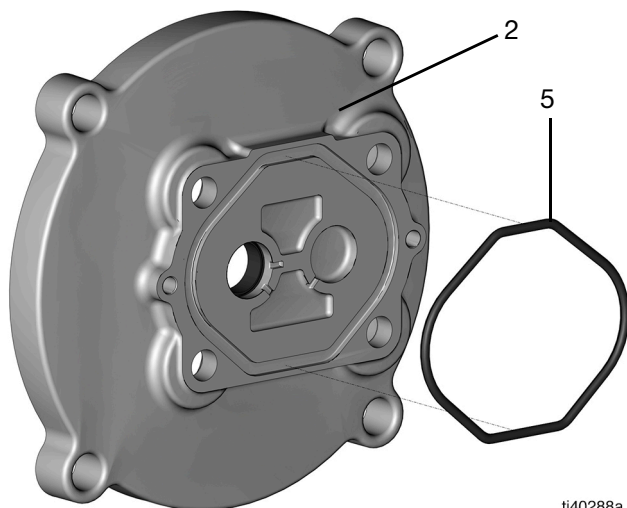

FIG. 11
2. Coloque la junta tórica (5) en la ranura de la cubierta de la placa adaptadora (2) (FIG. 11).